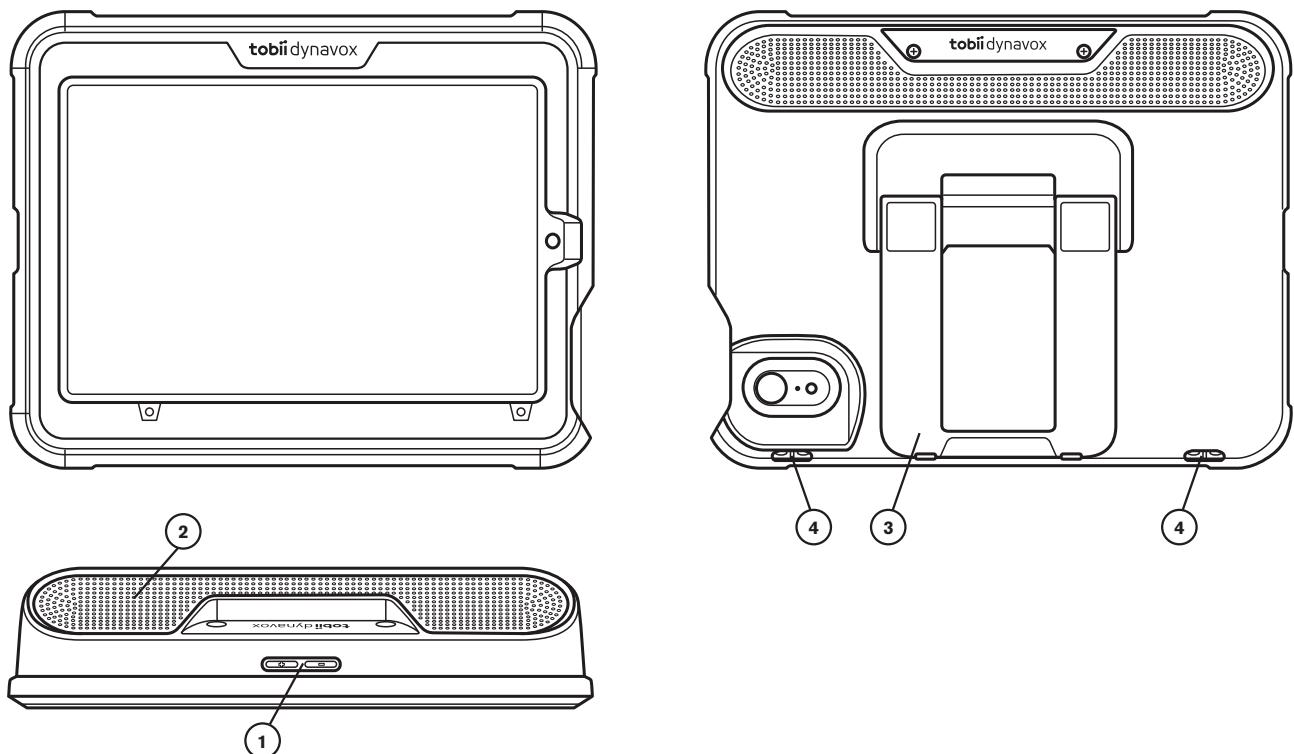
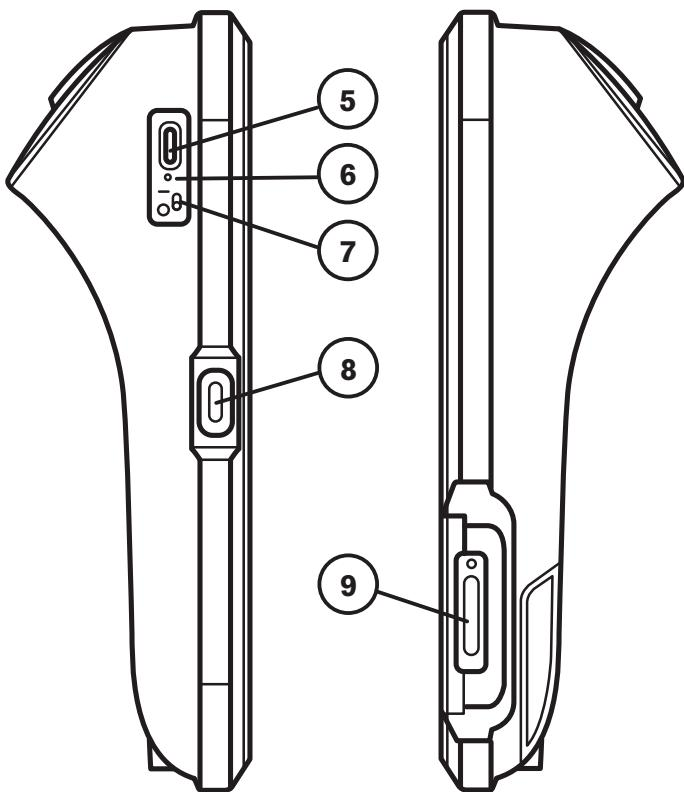

Figure 3.1 Vue frontale et vue de dessus
Figure 3.2 Vues latérales
- Utilisez le câble de chargement USB-A vers USB-C pour charger la Speech Case Mini. Position 4 dans *Figure 3.2 Vues latérales*
- Utilisez le câble de chargement USB-C vers USB-C pour charger l'iPad Mini. Position 8 dans *Figure 3.2 Vues latérales*
Le témoin lumineux de chargement (témoin d'alimentation DEL) (Position 5 dans *Figure 3.2 Vues latérales*) s'illumine lorsque le chargeur est branché et que la batterie est en cours de chargement :
2. Maintenez le bouton Marche/Arrêt de l'iPad Mini (pos.9 dans *Figure 3.2 Vues latérales, page 14*) et le bouton Volume (l'un ou l'autre, cela n'a pas d'importance) (Pos 1 dans *Figure 3.1 Vue frontale et vue de dessus, page 13*) simultanément.
4. Placez l'Outil de sélection Marche/Arrêt (pos. 7 in *Figure 3.2 Vues latérales, page 14*) en position **0**.